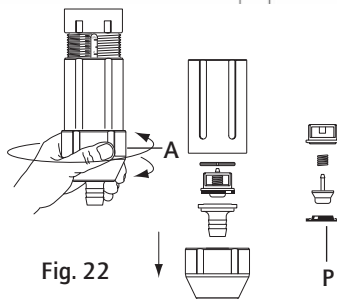

Fig. 22
- Allentare il dado di ritenuta (Fig. 22-A).
- Risciacquare abbondantemente con acqua le diverse parti, rimontarle nell'ordine dello schema (Fig. 22-P) e verificare che la molla sia bene attiva.